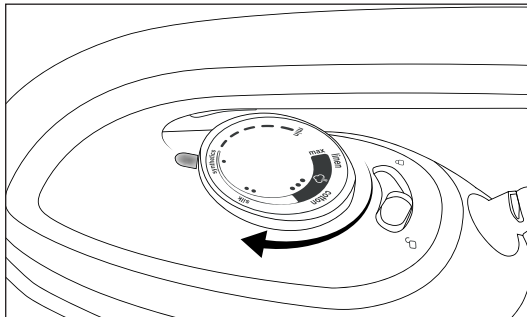

Abb. 7
- 3) Drehen Sie den Temperaturreglер **3** und stellen Sie so die gewünschte Bügeltemperatur ein (siehe Abb. 7).